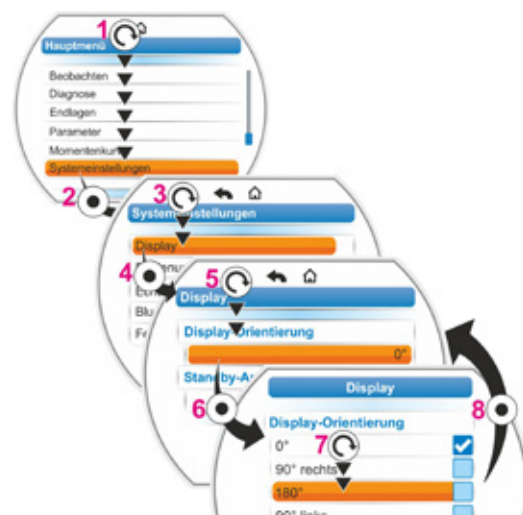

Abb. 2: Display-Orientierung ändern
1. Im Hauptmenü ‚Systemeinstellungen‘ wählen (Abb. 2, Pos. 1) und bestätigen (Abb. 2, Pos. 2).